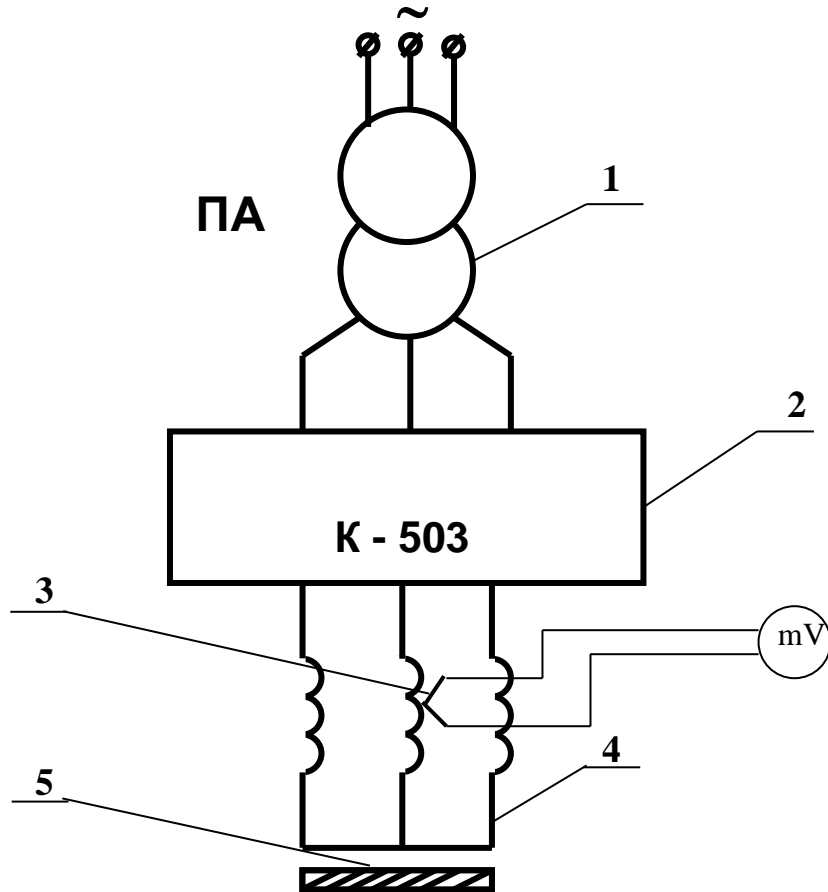

Рис. 3. Принципиальная электрическая схема экспериментальной установки:
- 1 Ознакомиться с конструкцией исследуемой машины, выписать ее паспортные данные и собрать схему экспериментальной установки в соответствии с рис. 3.